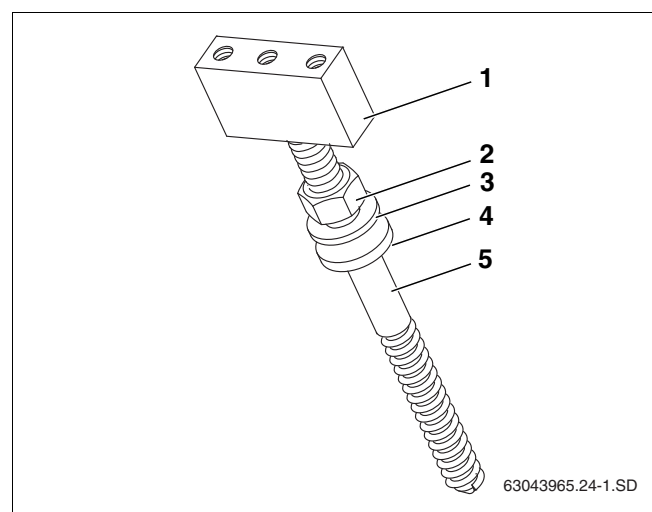

Рис. 23 Порядок сборки шпильки
- ▶ При монтаже шпилек соблюдайте последовательность сборки (рис. 23).
- ▶ Заверните до упора бобышку (рис. 23, **поз. 1**) на шпильке (рис. 23, **поз. 5**).